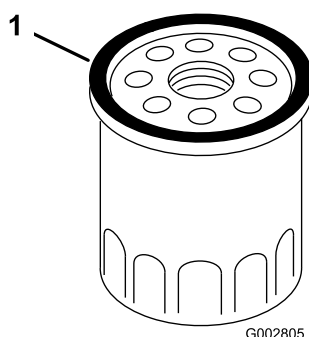

Figura 27
7. Usando el dedo, unte la junta del filtro nuevo con aceite (Figura 27).